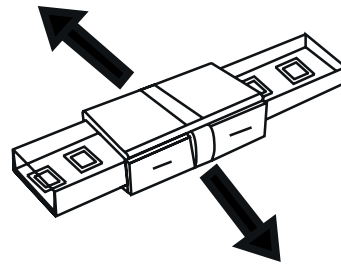

FIG 13.
14. Sluit de ledstrips aan op de aanbevolen 24V led driver en schakel de spanning in om te controleren of de ledstrips op de juiste manier zijn doorverbonden. Controleer door lichte bewegingen of de ledstrips stevig zijn verbonden met de connector (zie fig 13). Als alles werkt naar behoren schakelt u de spanning weer uit voor u verder gaat naar stap 15.